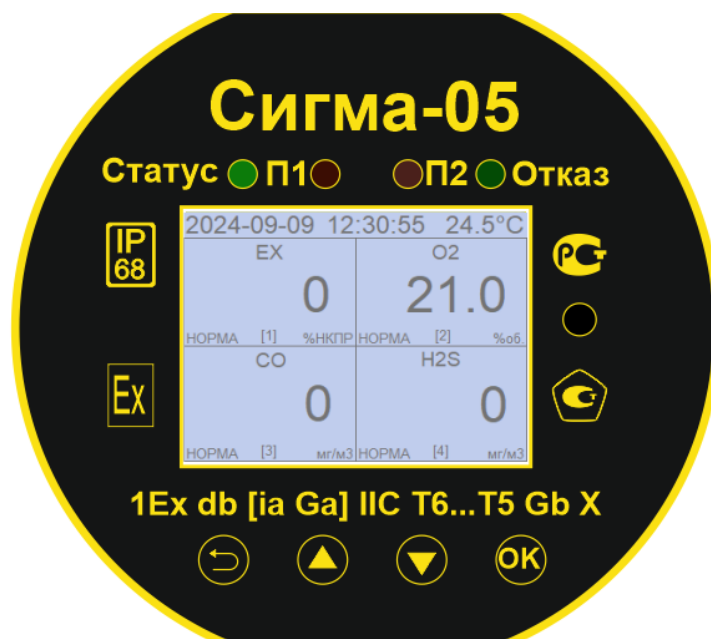

Рисунок 33 — Внешний вид модуля LCD-экрана
3.5.5.1 Все регулировки, калибровка и настройка параметров газоанализатора выполняются через интерфейсное меню на модуле LCD-экрана (рисунок 33).